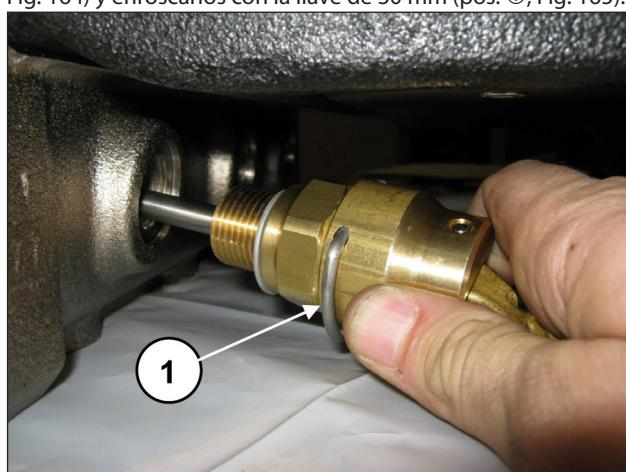
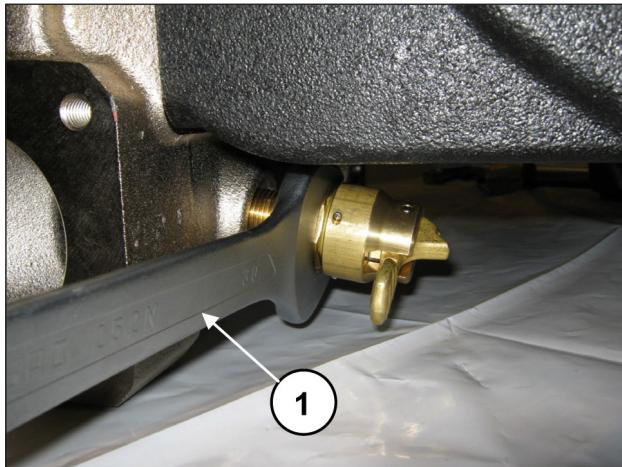

Fig. 164
Fig. 165
Aplicar los dispositivos de apertura de las válvulas (pos. ①, Fig. 164) y enroscarlos con la llave de 30 mm (pos. ①, Fig. 165).